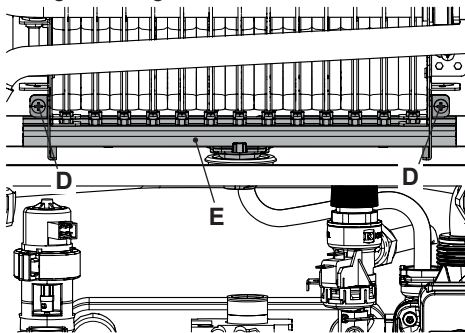

Figura 8.2
- Svitare le due viti **2** e rimuovere il collettore gas **19** Figura 8.2.